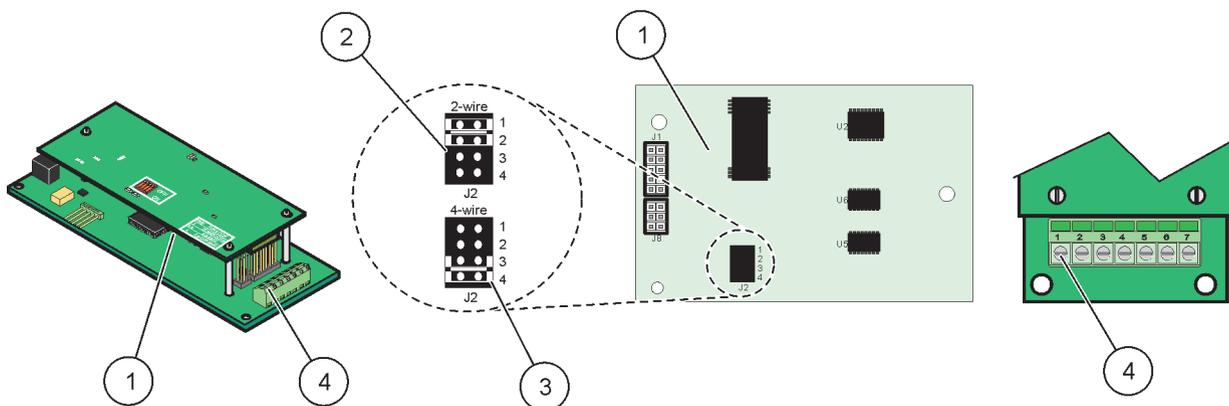

Figure 24 Connexions de la carte Modbus RS485
4. Alimenter le câble en utilisant la base du module et préparer et insérer correctement chaque câble dans la borne en fonction de Figure 24/ Tableau 7.